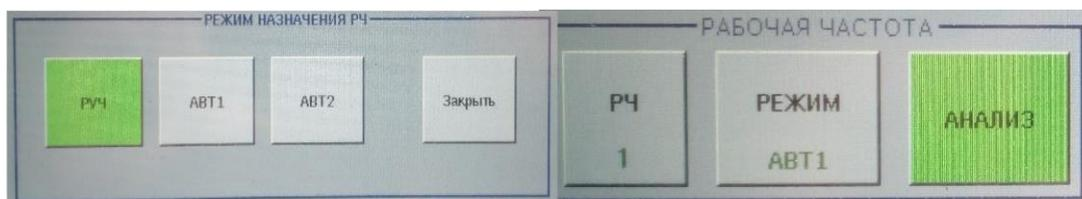

Рис. 5.36. Включение режима автоматического выбора РЧ в САП
8) если ручным выбором номера РЧ добиться этого результата не удастся, включают режим «Автомат», для чего нажать на МПС 12 кнопку «РЧ», в появившемся окне выбрать кнопку «АВТ1» (рис. 5.36).
9) в случае когда нужно осуществлять распознавание целей типа «ловушка» или «самолет», включить режим «Автоматический 2» посредством нажатия одноименной кнопки «АВТ2» на тактильной панели МПС 12 (см. рис. 5.36). В этом режиме происходит автоматическая фиксированная перестройка РЧ от такта к такту в азимутально-дальностных стробах, где сопровождаются цели типа «ловушка» или «самолет», что позволяет распознавать их по сигнальным признакам;